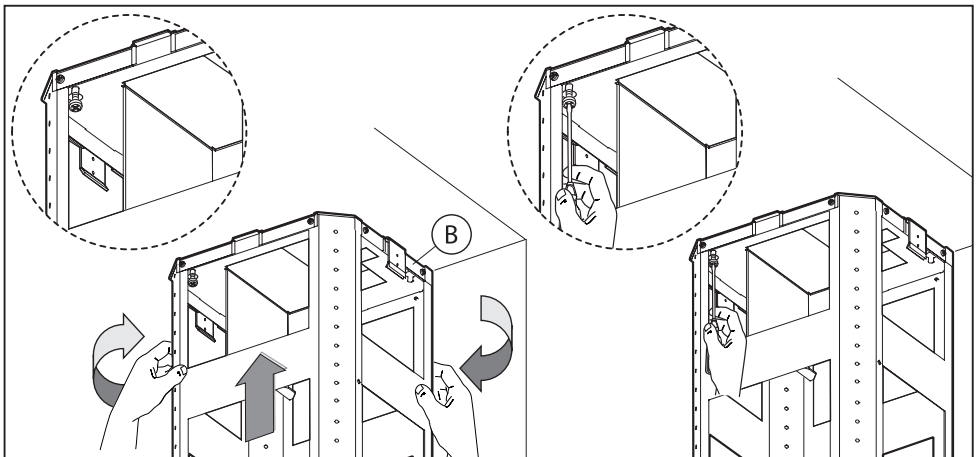

Fig.4
-Prendere la parte superiore della struttura **B** (Fig.4) ed inserirla sulle 3 viti non avvitate completamente in corrispondenza delle 3 asole. Fare una piccola rotazione per l'incastro (Fig.4).